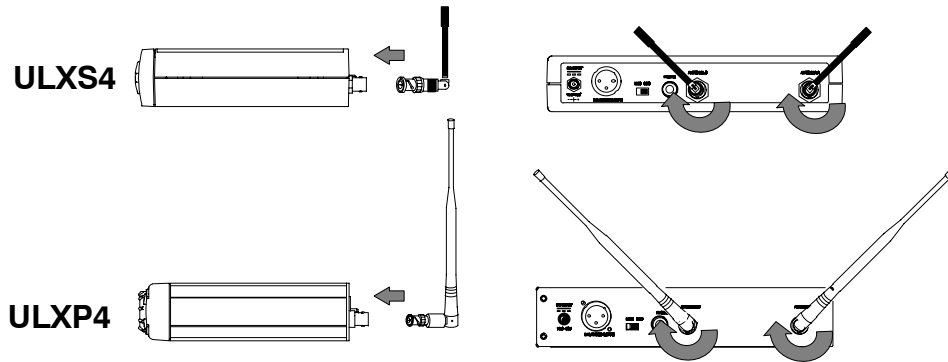

FIGURA 5
2. Conecte las dos antenas a los conectores ANTENNA como se ilustra en la Figura 5. El ULXS4 se provee con antenas de 1/4 de onda; el ULXP4 se provee con antenas de 1/2 de onda.